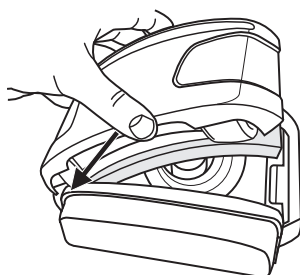

Fig. 7d
4. Installer le filtre selon les directives et s'assurer que le côté des charnières du protège-filtre est en place dans le souffleur à moteur avant de verrouiller (Fig. 7d).